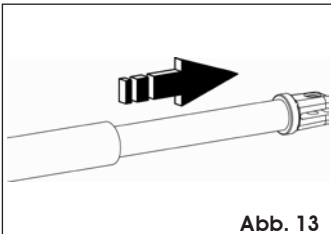

Abb. 13
- Das Rohr vollständig bis zum Anschlag herausziehen (Abb. 13).